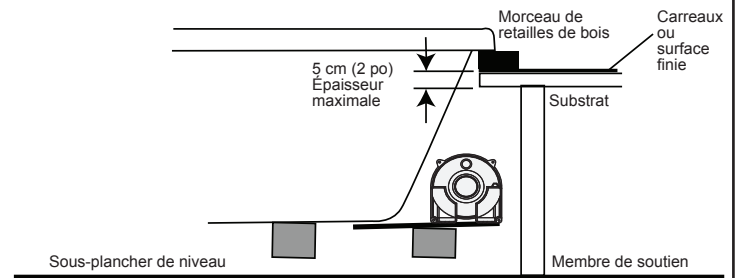

Figure 10
- 8 Installez l'unité en insérant l'extrémité de l'équipement en premier, en abaissant la baignoire dans l'ouverture, comme dans l'illustration (figure 10)